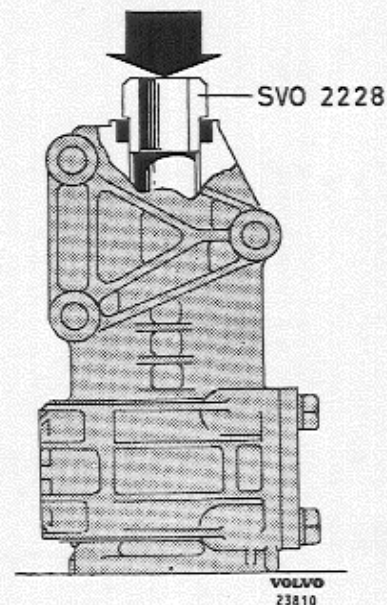
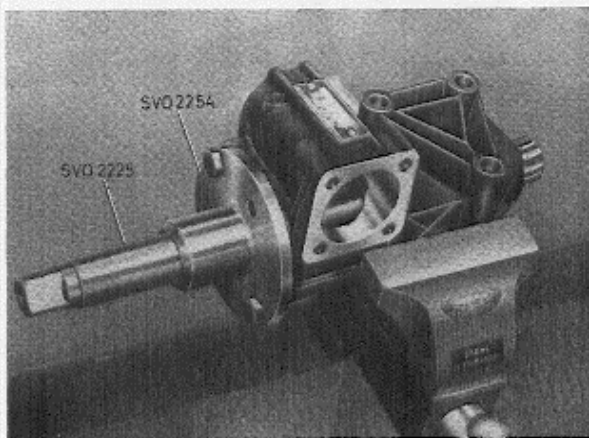

Abb. 51. Einbau der Lagerbuchse, Lenkrolle
Abb. 52 Ausreiben der Lagerbuchsen, Lenkrolle
1. Buchsen für die Lenkrollenwelle von je einer Seite mit Dorn 2228 und Standardschaft 1801 in das Lenkgehäuse einpressen und mit der Reibahle 2225 ausreiben, vgl. Abb. 51. Für die Reibahle ist die Führung 2254 zu verwenden, die entspr. Abb. 52 mit zwei Schrauben am Gehäuse festgesetzt wird. Die ausgeriebenen Buchsen und das Lenkgehäuse sind sorgfältig von Metallspänen zu reinigen.